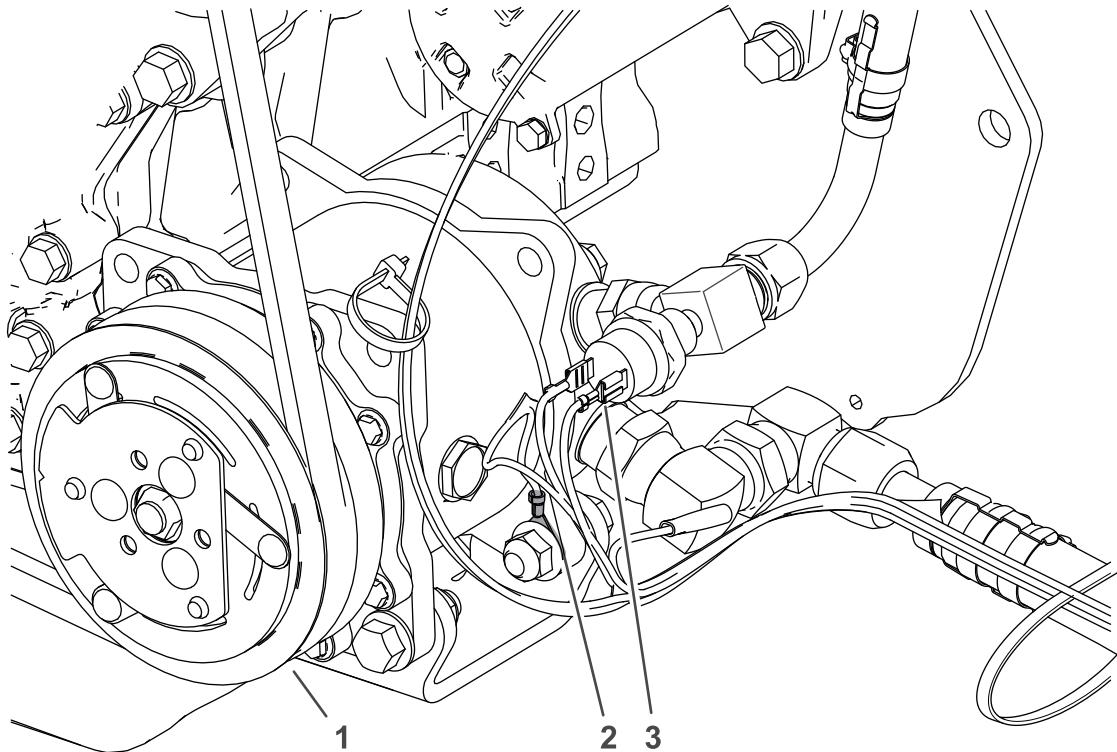

Figura 40
4. Instale o compressor na montagem do motor com o terminal do anel de terra com fio, três parafusos flangeados ($\frac{3}{8}$ x $1\frac{1}{4}$ pol.) e três porcas de bloqueio ($\frac{3}{8}$ pol.); consulte a Figura 39 e Figura 40. Aperte os parafusos com 40,7 N·m.